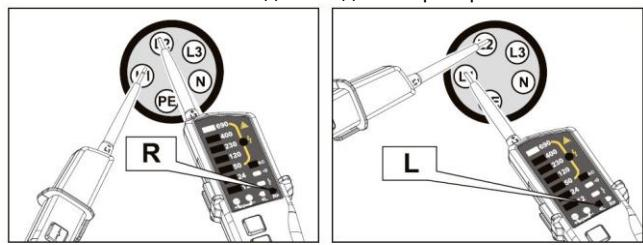

Рис. 4.
- Прибор следует держать за корпус, как показано на Рис. 4. (с пальцем за ограничителем на ручке). Измерительный щуп L2 следует подключить к любой фазе, измерительный щуп L1 – к любой из двух оставшихся фаз.